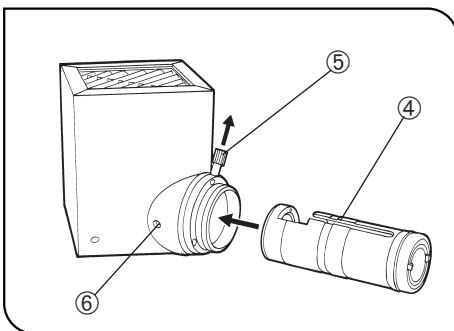

Abb. 6
1. Die Fokussierschraube der Kollektorlinse ⑤ nach oben ziehen und gleichzeitig die Kollektorlinse einschieben, dabei die Positioniernut ④ mit dem Stift im Inneren der Öffnung ausrichten. Die Linse bis zum Anschlag einschieben, dann die Fokussierschraube ⑤ loslassen. Nun die Schraube drehen und sicherstellen, daß sich die Kollektorlinse in beide Richtungen bewegen läßt. Sollte dies nicht der Fall sein, die Linse manuell bis zu einer Position bewegen, in der sie hörbar einrastet.
2. Die Feststellschraube der Kollektorlinse ⑥ festziehen (Abb. 6).